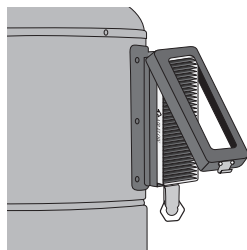

figura 22
1. Suelte el enganche que se encuentra bajo el cajetín del filtro de carbono, y abra el cajetín (**figura 22**).